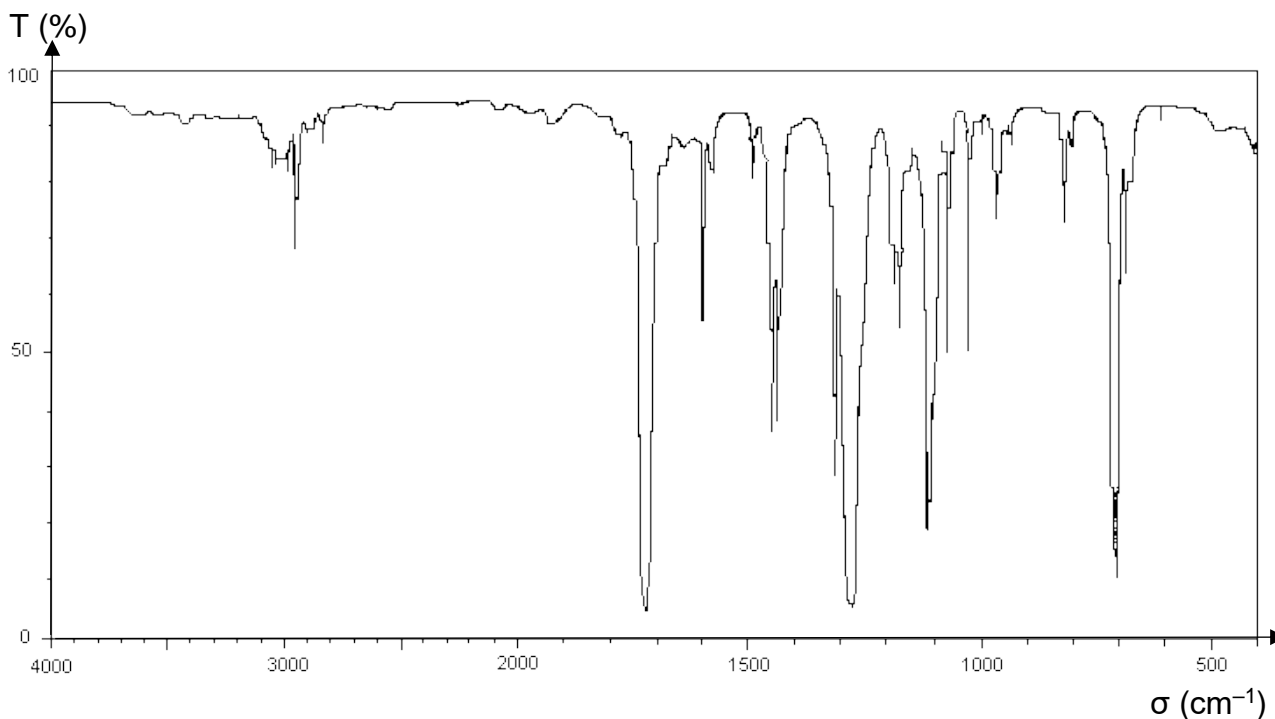

Figure 3. Spectre infrarouge de la molécule synthétisée
3.1. En utilisant les données, montrer que le spectre de la figure 3 peut correspondre à la formule chimique du benzoate de méthyle.